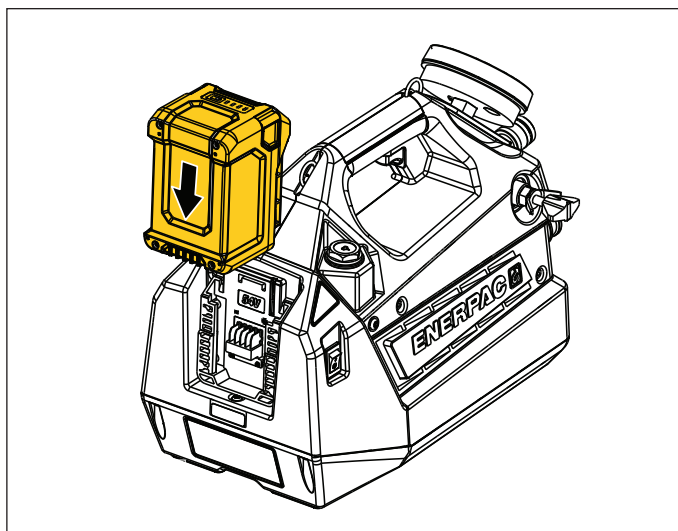

Figura 6: Bateria - Instalar
- **Para instalar a bateria na bomba:** Deslize a bateria para baixo na interface da bateria na parte traseira da bomba. Certifique-se de que ele encaixe firmemente no lugar. Veja Figura 6.